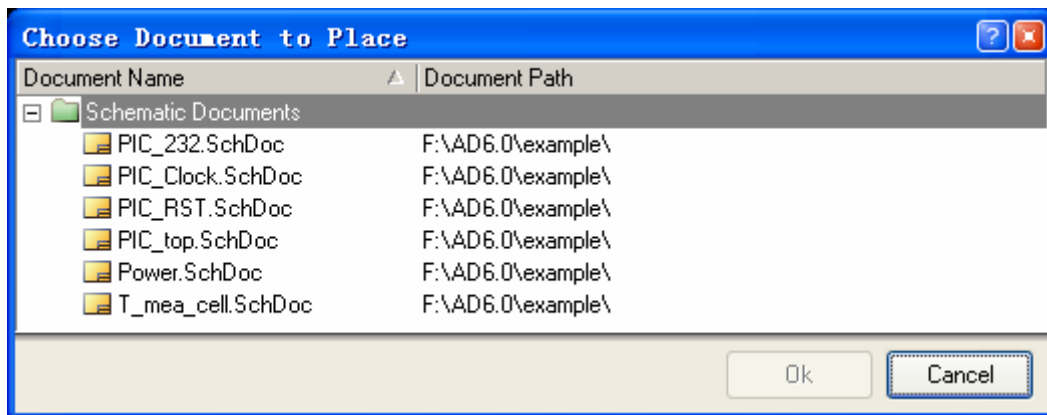

图 4.26 “Choose Document to Place”对话框
- (4) 单击通用工具栏中的保存工具按钮 , 在弹出的 “Save [Sheet1.schdoc] As” 对话框的 “文件名” 编辑框内输入 “T_meas_cell”, 单击 “保存” 按钮, 保存原理图文件。
(5) 单击“Projects”工作面板中的“Project”按钮，在弹出的菜单中选择“Add New to Project”->“Schematic”命令，在项目中再次新建一个空白原理图文档。
(6) 在主菜单中选择“Design”->“Creat Sheet Symbol From Sheet or HDL”命令，打开如图 4.26 所示的“Choose Document to Place”对话框。